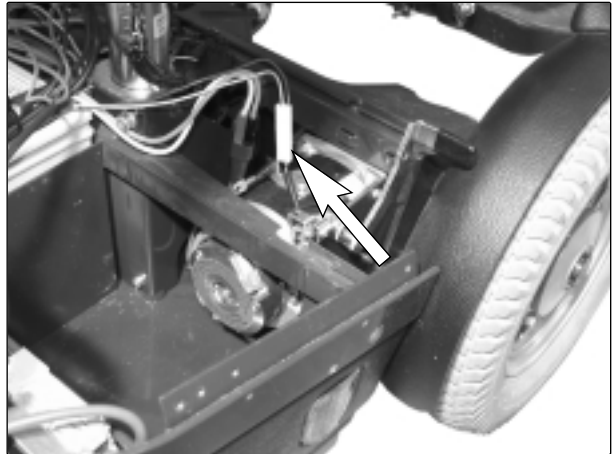

Abb. 17. Anschlusskabel Magnetbremse
6. Lösen Sie das Anschlusskabel der Magnetbremse, siehe Abb. 17.